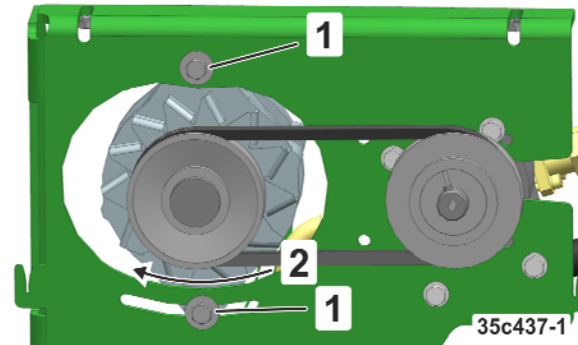

Bild 310
2. Lossa skruvarna (Bild 310/1)
3. Spänn fläktremmen över generatorn (Bild 310/2)